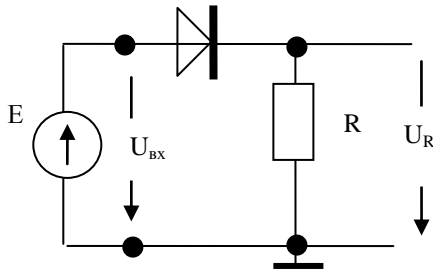

Рис.1.2.
Простейшая схема с полупроводниковым диодом приведена на рис.1.2. Здесь  $E$  источник ЭДС с внутренним сопротивлением  $R_e$  (на схеме не показано). С помощью этой схемы можно экспериментально получить ВАХ диода, подключив в качестве  $e$  источник постоянной ЭДС  $E$  с малым внутренним сопротивлением.
нее (выпрямленное) значение тока не превышала величины 20 мА. Определить амплитуды импульсов тока и напряжений в схеме рис.1.2 при положительной и отрицательной полярностях сигнала. Определить уровень выпрямленного напряжения..
1. Осуществить графический ввод схемы рис.1.2 с использованием полупроводникового диода типа Д220 или 1N4148 из библиотеки элементов. Напряжение источников питания меняется от +12 до -12В.
1. Собрать схему рис.1.2. В качестве источника  $E$  подключить регулируемый источник постоянного напряжения ( -6...+6) В на блоке источников СЛАУ. В качестве нагрузки подключить резистор  $R=50$  Ом.